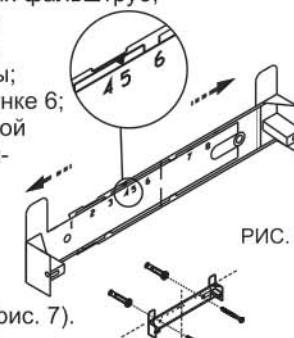

РИС. 5
- прежде чем прикрепить кронштейн к стене, необходимо выставить кронштейн на нужный размер (равный ширине верхней фальштрубы) рис.5.
- увеличьте размер кронштейна (если это необходимо), раздвинув его , и установите фиксатор напротив цифры 5 (рис. 5).